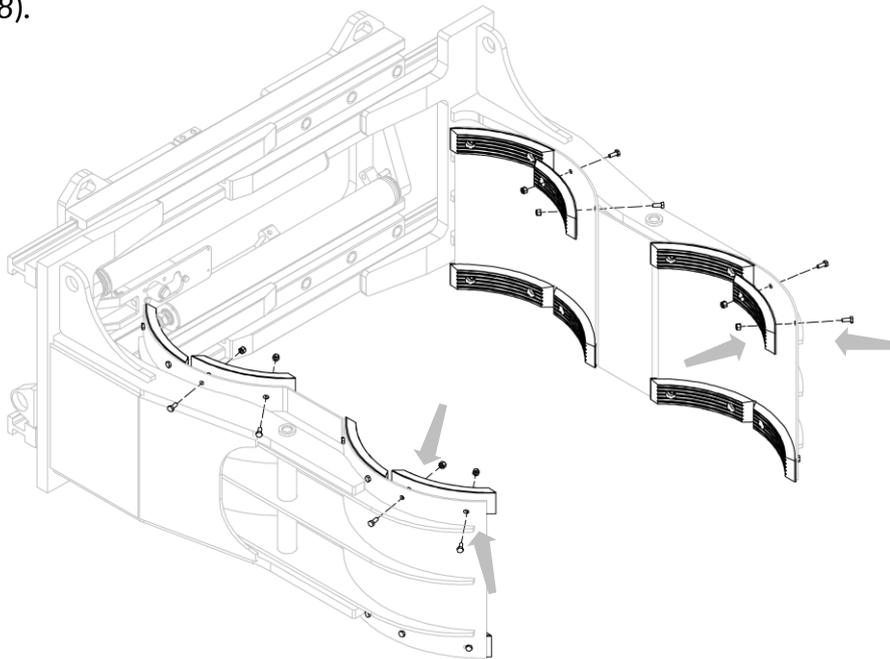
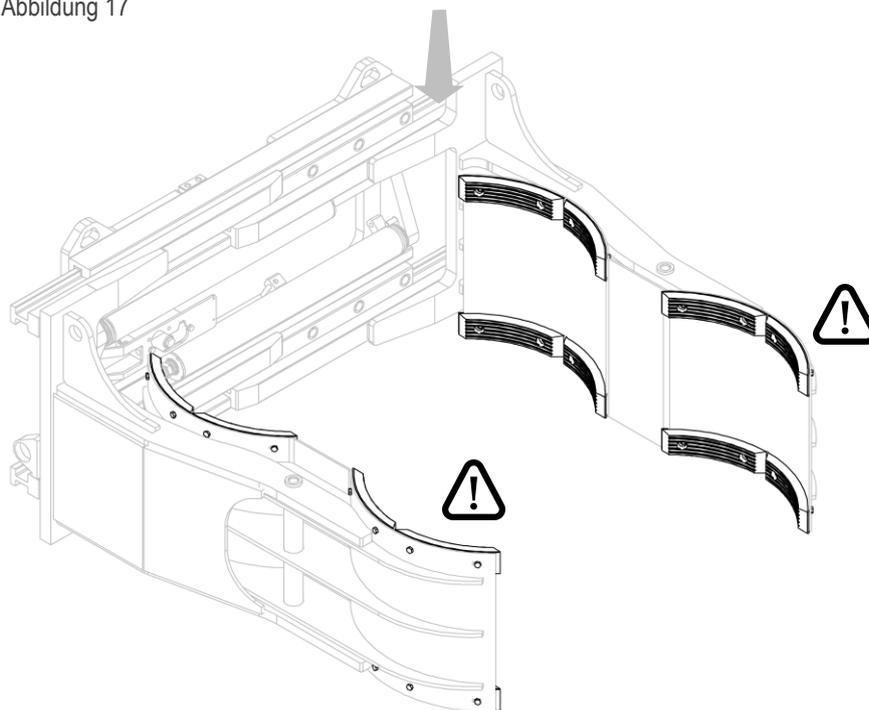

Abbildung 17
Abbildung 18
3. Die Gummipplatten mit ihren Schrauben und Muttern installieren (siehe *Abbildung 17* und *Abbildung 18*).